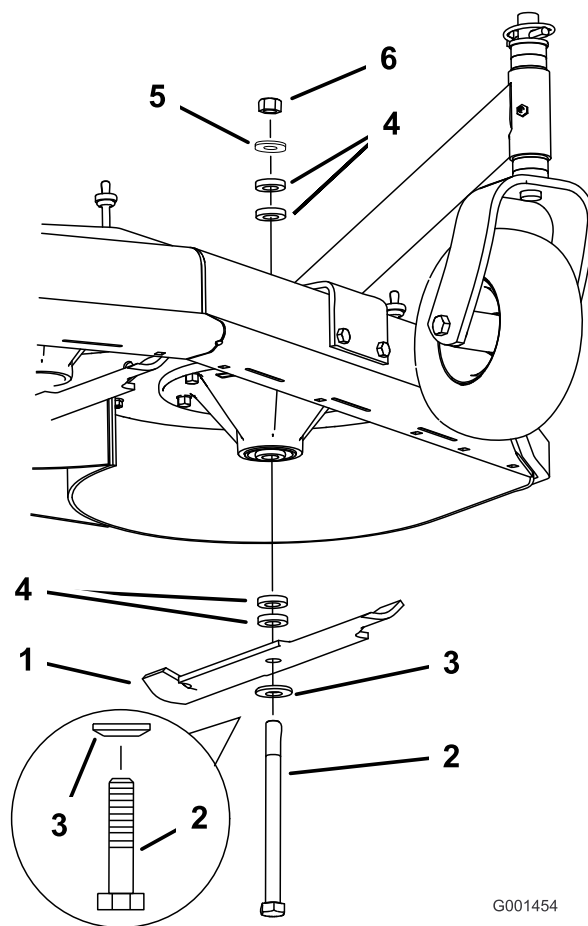

Figura 51
2. Retire la tuerca, el perno de la cuchilla, la arandela curva, la cuchilla, los espaciadores, y la arandela fina del eje (Figura 51).
1. Coloque la cuchilla sobre el perno y por encima de la arandela curva. Seleccione el número correcto de espaciadores para la altura de corte deseada, y deslice el perno dentro del eje (Figura 51).